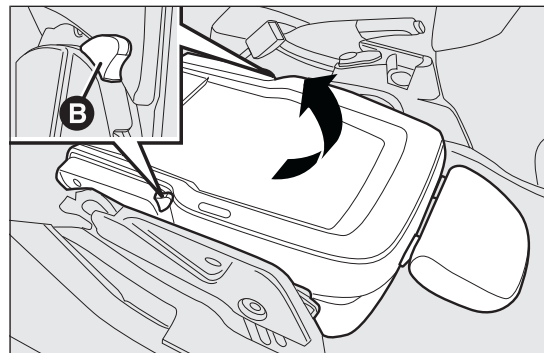

fig. 20
- ☐ actuar en las palancas B fig. 20 y volver a levantar el asiento.